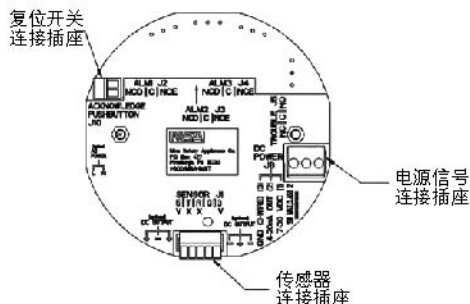

图1-9 两线制PCB板
- 1、将 8-30VDC 连接到 J8-1 端子（见图1-9）